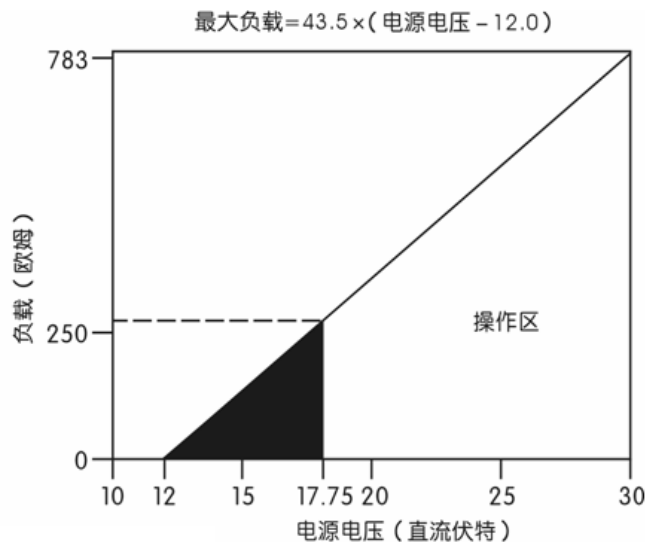

图 7 供电电压和负载电阻
a) 要与智能液位控制器通信，需要最小为 17.75 伏直流电压的电源。供给智能液位控制器的电源不应低于此电压（见图 7）。若电源在智能液位控制器正在组态时下降，低于此电压，组态信息会被误认为不正确。
给智能液位控制器的所有电源都是经信号线路供电的。信号线路不需要用屏蔽线。但为了得到最好的效果，采用双绞线。不要将不屏蔽的信号线路铺设在带供电线路的穿线管内或开放线槽内，或靠近大的电器设备。若智能控制器处于爆炸性的环境中，当线路有电时不要移开智能液位控制器的盖子（在本装置中除外），避免接触导线与端子。给智能液位控制器供电时，将供电正极线连到图 7 所示的+端子，将供电负极线连到一端子上。当连线到螺钉端子时，推荐使用卷曲的接线片。要上紧端子的螺钉以确保接触良好。不需要另外的供电配线。所有智能液位控制器的盖子必须完全咬合，以满足隔爆要求。对 CENELEC 与 JIS 批准的设备，端子盒盖的固定螺钉必须与端子盒盖下面的其中一个端子盒壁凹咬合。